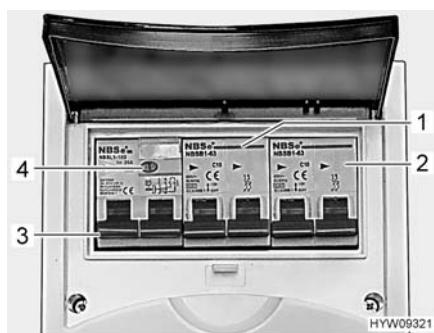

Fig. 102 Interruttore di sicurezza e interruttore automatico FI (scatola dei fusibili a 230 V)
Un interruttore di sicurezza per correnti di guasto (interruttore automatico FI) (Fig. 102,3) nella scatola dei fusibili protegge l'intero veicolo da correnti di guasto (30 mA).
L'interruttore di sicurezza collegato in serie (10 A) (Fig. 102,1) protegge le prese da 230 V, la centralina elettrica, il caricabatteria supplementare e il frigorifero.
Per veicoli con accessori opzionali, p. es. l'impianto di climatizzazione a tetto, un ulteriore interruttore di sicurezza (16 A) (Fig. 102,2) protegge l'apparecchio.
- Se il veicolo è collegato all'alimentazione a 230 V, premere il tasto di controllo (Fig. 102,4). L'interruttore di sicurezza per correnti di guasto (FI) deve scattare.